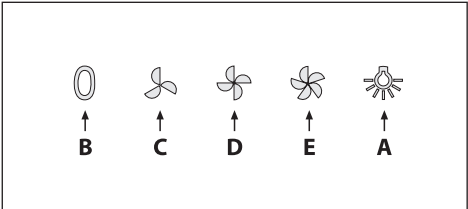

Fig.7
• **Bedienung (Abb.7)** die Symbolbezeichnungen sind folgend wiedergegeben: